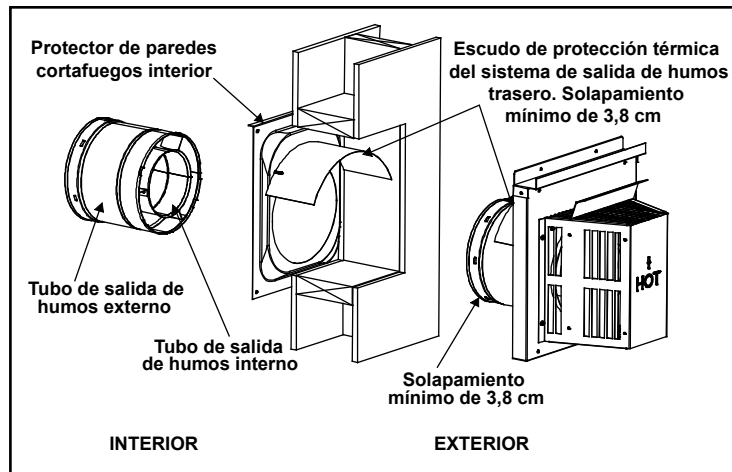

Figura 22. Expulsión de aire a través de un muro
- Una sección del escudo de protección térmica se encuentra sujeta a la protección del muro. La otra está sujeta a la tapa de la terminación de la misma manera (véase la Figura 22).
- Las secciones del escudo de protección térmica se solapan para que coincidan con el grosor del muro (profundidad). La pequeña patilla del escudo de protección descansa sobre la parte superior del tubo de salida de humos para separarlo lo suficiente del mismo (véase la Figura 22).